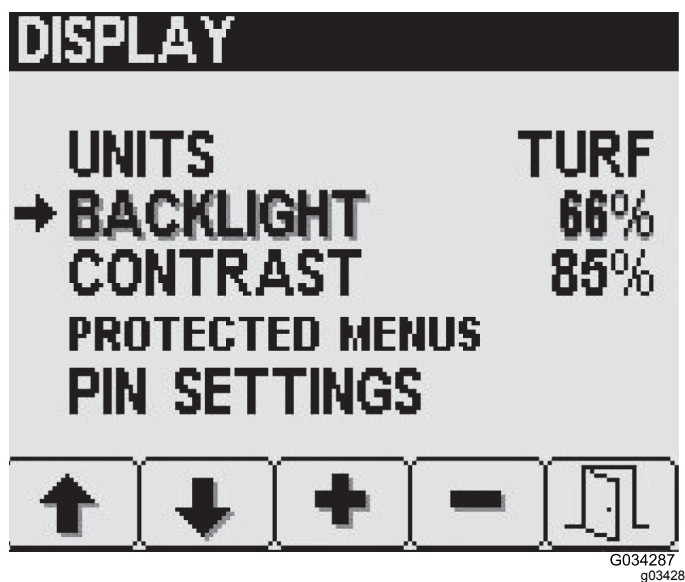

Figure 21
1. Appuyez sur le bouton 2 de l'écran Réglages de l'affichage jusqu'à ce que l'option Rétroéclairage ou Contraste soit atteinte (Figure 21).
2. Utilisez les boutons 3 et 4 pour programmer la valeur souhaitée (Figure 21).